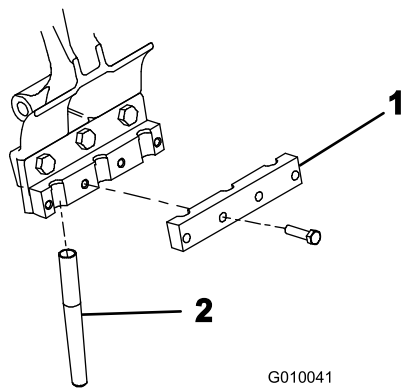

Figure 25
5. Fixez légèrement un serre-louchets sur chaque porte-louchets au moyen de 4 vis ($\frac{3}{8} \times 1\frac{1}{2}$) (Figure 25). Ne serrez pas les vis.